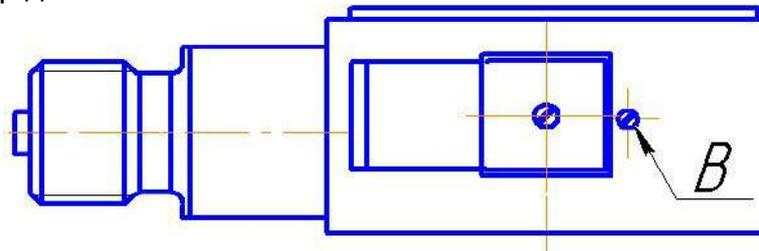

Рис.6. Вид датчика с разъемом, где В – винт.
- при необходимости произвести корректировку сдвига (нуля) при отсутствии измеряемого параметра. Открутить винт (см. рис.6), расположенный над разъемом и удерживать кнопку в нажатом состоянии от 1 до 3 секунд. При отпускании происходит обнуление, если значение давления на индикаторе не превышает  $\pm 5\%$  от диапазона измерения.
**Примечание.** При необходимости произвести корректировку сдвига (нуля) при отсутствии измеряемого параметра, для чего открутить винт (см. рис.6), расположенный над разъемом и удерживать кнопку в нажатом состоянии от 1 до 3 секунд. При отпускании происходит обнуление, если значение давления на индикаторе не превышает  $\pm 5\%$  от диапазона измерения.